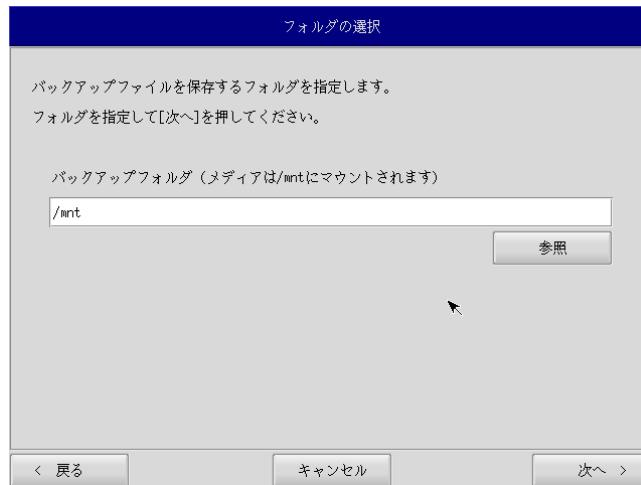

図 5-3-3. フォルダ選択画面
- ⑤ フォルダ選択画面（図 5-3-3）が表示されます。[参照]ボタンを押します。
- ⑦ フォルダ選択画面（図 5-3-3）で指定したバックアップフォルダが入力されていることを確認します。